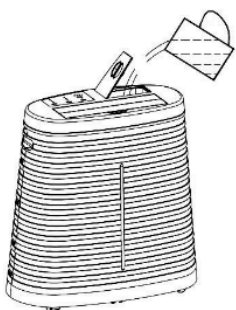

Fig. 2.1
2. Lås upp tanken och dra ut den (fig. 2.1).